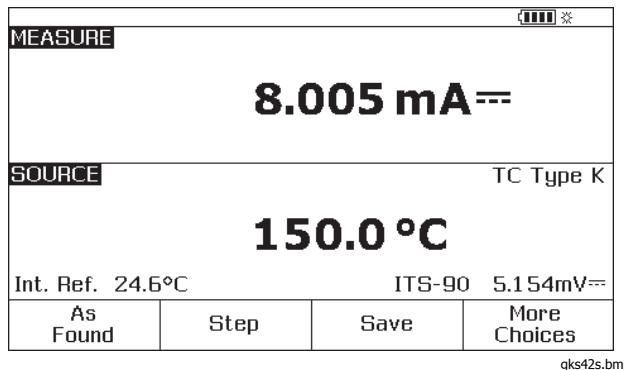

Рисунок 28. Экран калибровки проверяемого инструмента
9. Нажмите **MEASURE SOURCE** для выбора измерения/источника. Дисплей подгоняется по экрану, показанному на рис. 28.